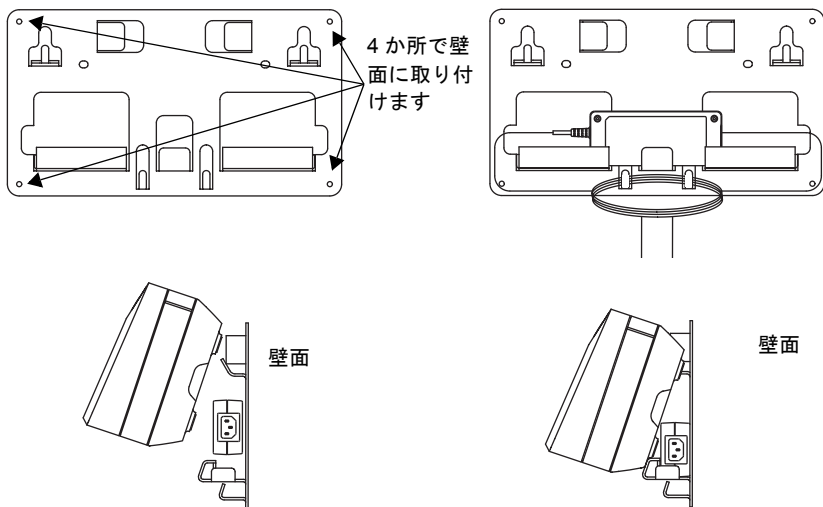

図 29: マルチユニット充電器の壁面ブラケットへの取り付け
4. 図 29 に示すように、壁面ブラケットにマルチユニット充電器を掛けます。